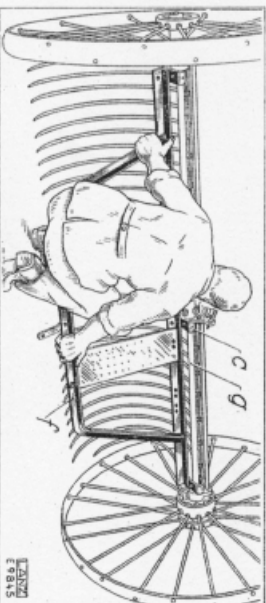

Bild 7. Vorderrahmen einhängen.
i) Vorderrahmen „f“ (Bild 7) nach unten geneigt, mit den Scharnieren in die Fahrachse „g“ einhängen und die Distanzrohre „a“ (Bild 6) unterhalb der Fahrachse wieder in den Scharnieren einsetzen und verschrauben. Mittleres Scharnier „c“ in Fahrachse einhängen, Zwischenstück „e“ einsetzen und mit den Schrauben „d“ wieder am Vorderrahmen anschrauben.